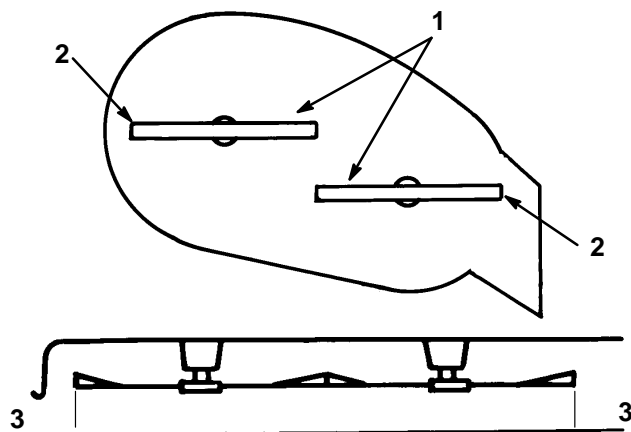

Abbildung 49
4. Das/die Schnittmesser vorsichtig drehen (Abb. 49). Den Abstand zwischen den äußeren Schneidkanten und der flachen Oberfläche messen (Abb. 49). Wenn beide Meßwerte nicht innerhalb von 3/16" (4,7 mm) liegen, ist eine Einstellung erforderlich. Siehe Schritt 5 und 6.